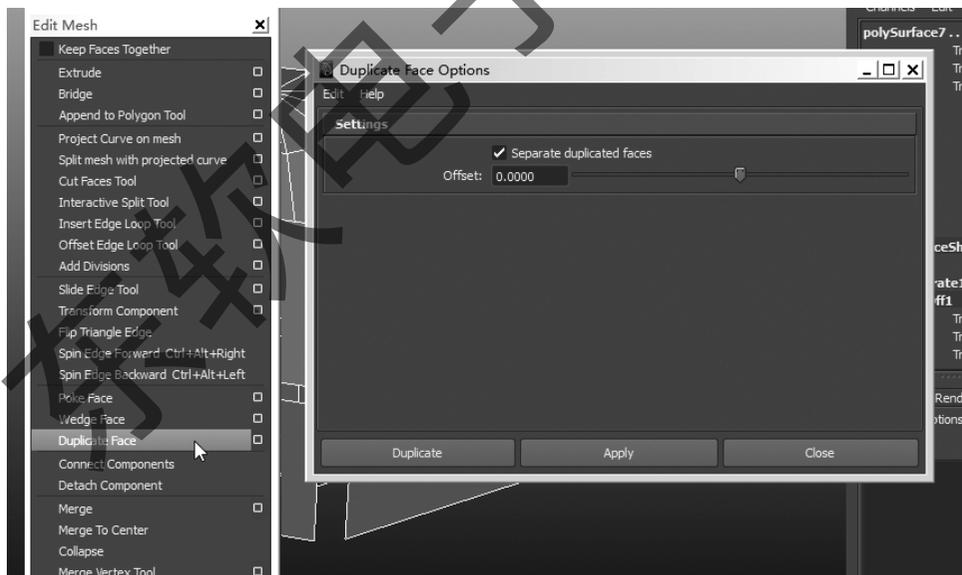

图 4-13 Edit Mesh/Duplicate Face 命令属性
(3)通过 Edit Mesh→Duplicate Face 后边的小方块将属性菜单打开,如图 4-13 所示。